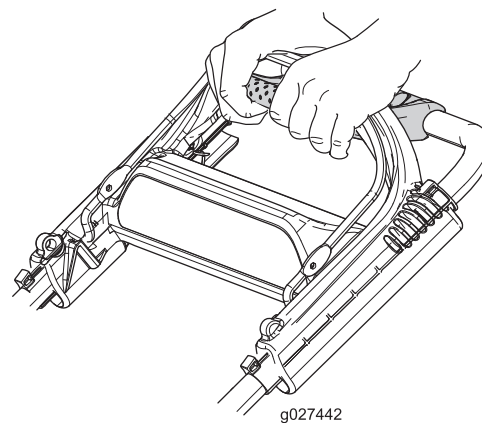

Figure 20
1. Saisissez les coins de la poignée d'aide au déplacement du bout des doigts (Figure 20).